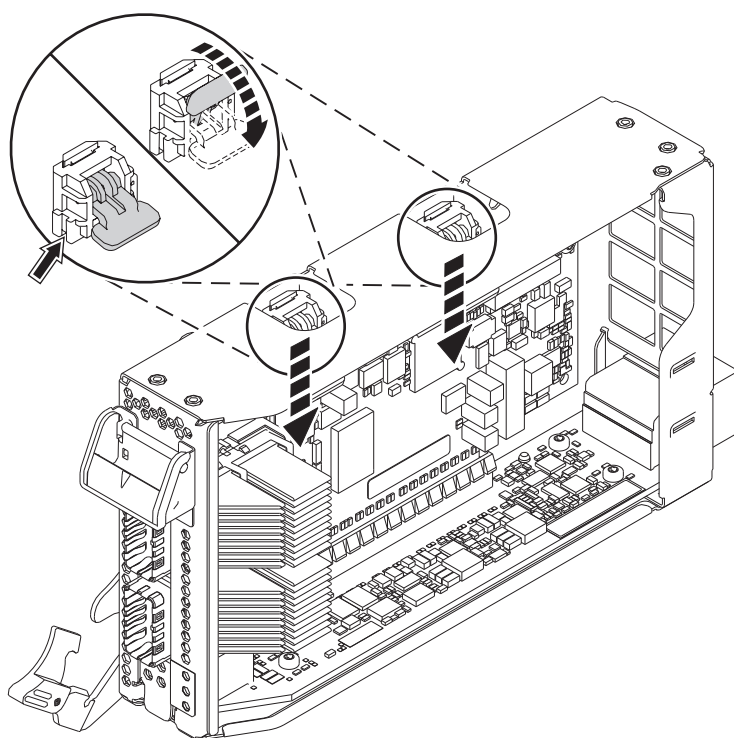

Figura 43. Bloqueig dels trinquets del casset
- d. Feu girar els trinquets del casset que es troben a l'extrem superior del casset perquè quedin fixats al seu lloc. Consulteu Figura 43.